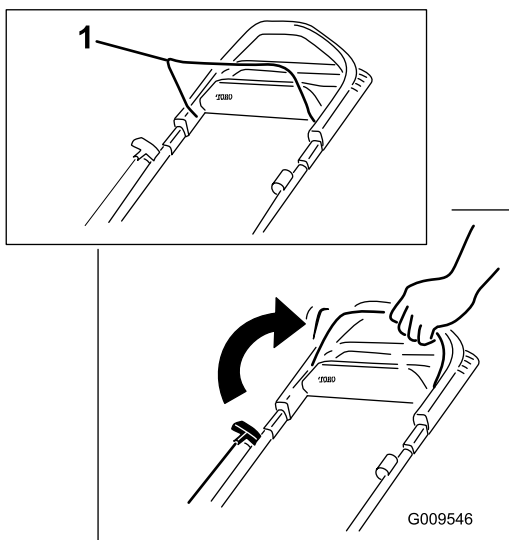

Figura 14
1. Empurre a barra de controlo da lâmina em direção à pega e segure-a (Figura 14).